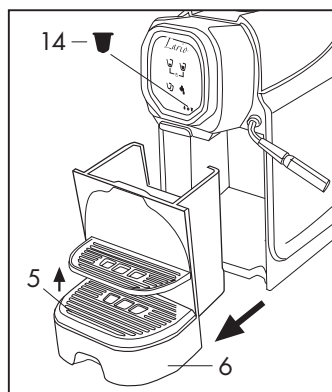
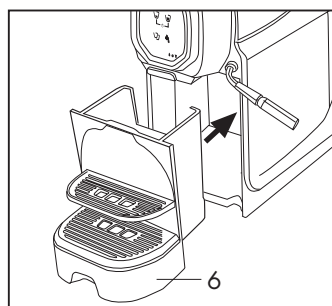

Fig. 15
Fig. 16
Cuando la máquina ha realizado 15 dispensaciones, en el panel de control se enciende el testigo cajón lleno (14) (Mod.VAP y 4D); la máquina ya no puede dispensar y hay que vaciar el cajón portacápsulas; para realizar esta operación, extraiga la bandeja (6) y vacíe el contenedor. Quite la rejilla recogegotas (5) (Fig. 15), lave y seque los componentes y después vuelva a montar la bandeja (6) e introdúzcala en su sede (Fig. 16)